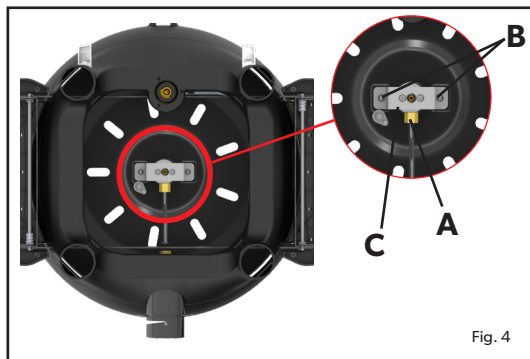
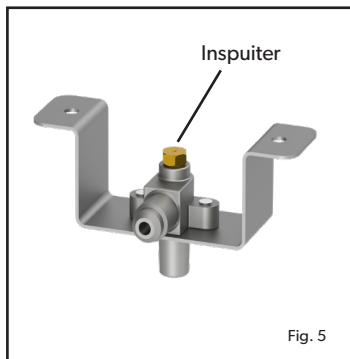

Fig. 4
Fig. 5
- We raden aan om de inspuiter elke zes (6) maanden te reinigen of te vervangen om een blijvende efficiënte werking van uw apparaat te garanderen.
Om de inspuiter te vervangen, verwijdert u alle losse oppervlakken van uw apparaat en draait u de basiseenheid ondersteboven. Draai met een geschikte sleutel de moer (A) los (Fig.4). Draai de 2 schroeven (B) los (Fig. 4). Verwijder de beugel (C) om de inspuiter bloot te leggen. (Fig. 5). Verwijder de inspuiter met een geschikte sleutel. Gebruik geen tang op de inspuiter aangezien dit de jet kan beschadigen, waardoor deze onbruikbaar of onmogelijk te verwijderen is. Schroef de nieuwe inspuiter in de klep. Niet te vast aandraaien omdat dit de inspuiter kan beschadigen.